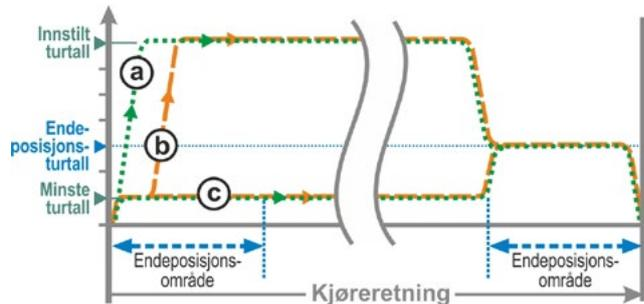

Fig. 2: Endeposisjonsturtall, "Hurtigstart"
- Ved **veiavhengig** utkobling blir det straks kobles til innstilt turtall, for å oppnå en så kort driftstid som mulig. Se også fig. 2, kurve **a**.